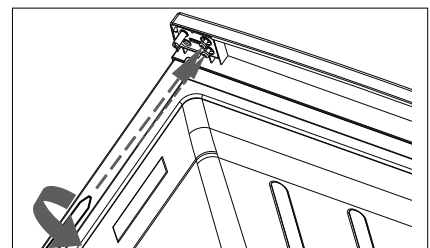

Fig. 8
- ▶ Fije la bisagra superior mediante los dos tornillos de fijación con un destornillador de estrella en el lado izquierdo (fig. 8).